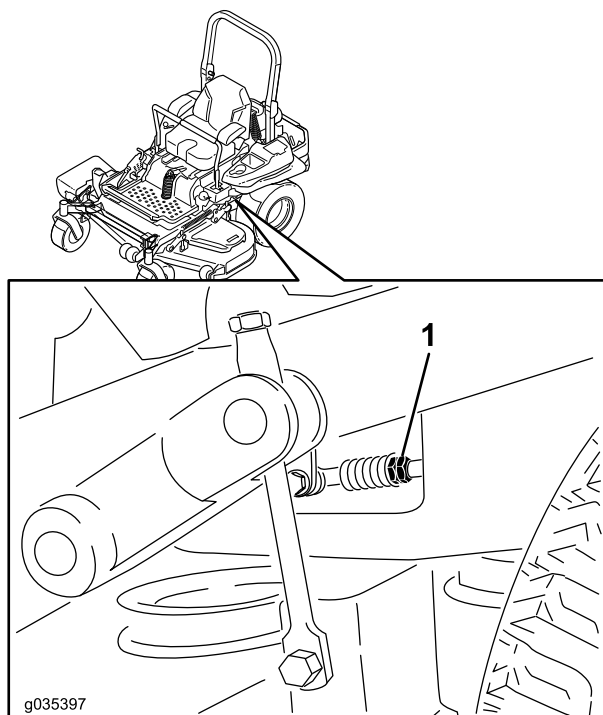

Figura 91
8. Ajuste la longitud de las varillas de control de las bombas girando las tuercas dobles de la varilla en el sentido apropiado, hasta que las ruedas se muevan ligeramente en marcha atrás (Figura 91).